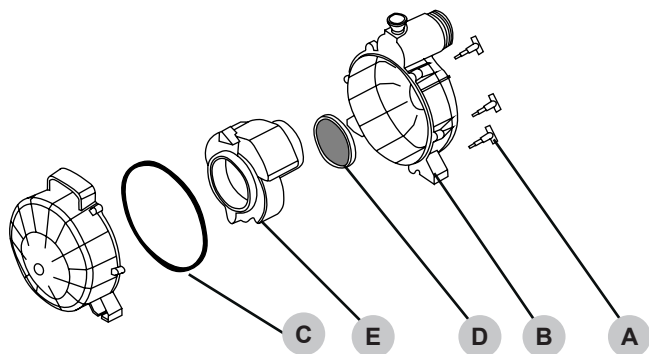

Fig. 19
6. Retirez les boulons du couvercle extérieur du boîtier de la pompe (Fig. 19-A).
7. Retirez le couvercle extérieur du boîtier de la pompe (Fig. 19-B) et son joint en caoutchouc (Fig. 19-C).
8. Retirez la vanne (Fig. 19-D).
9. Retirez la turbine/volute (Fig. 19-E).